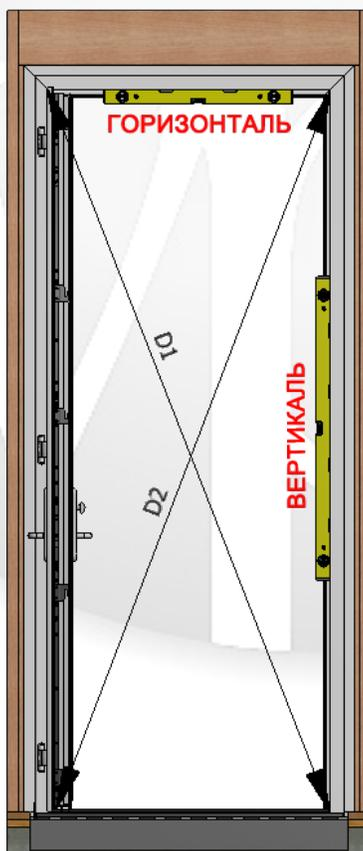

Рисунок 22. Обеспечение прямоугольного положения
- В) Выравнивание по горизонтали и по вертикали крайне важно для процесса установки. С помощью уровня проверьте угол выравнивания нижнего и бокового косяков, чтобы убедиться, что окно выровнено по горизонтали и по вертикали. См. рисунок 22.